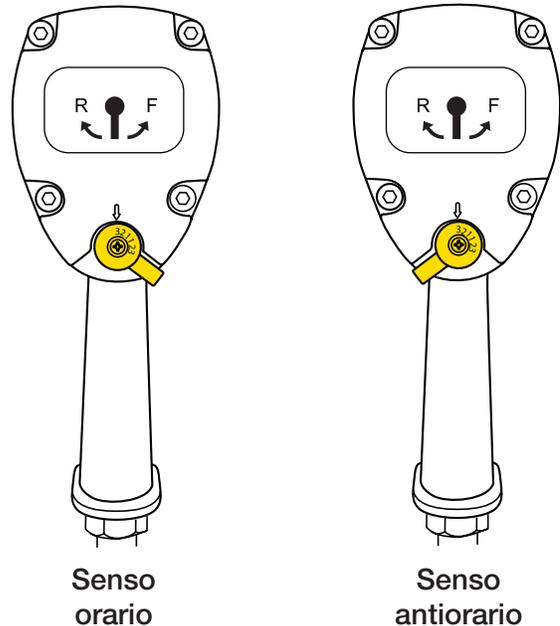

Fig. 6
4. Regolare la leva presente sulla parte posteriore dell'attrezzo come indicato nella fig. 6 per impostare la massima velocità e la direzione di rotazione.